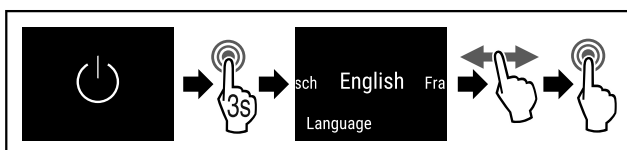

Fig. 49
- ▶ Obavite korake postupka (pogledajte Fig. 49).